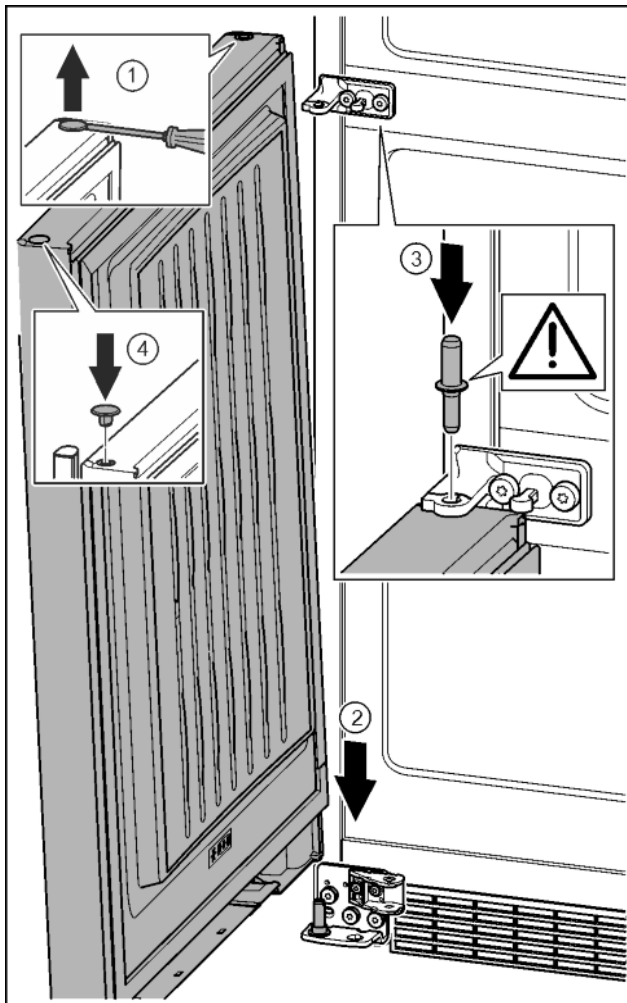

Fig. 38
- ▶ Soulever délicatement le bouchon avec un tournevis plat et le sortir. Fig. 38 (1)
- ▶ Mettre la porte par le haut sur l'axe de palier inférieur. Fig. 38 (2)
- ▶ Mettre en place l'axe de palier du milieu à travers le support de palier du milieu dans la porte inférieure. Veiller à ce que l'ergot d'enclenchement soit orienté en arrière. Fig. 38 (3)
- ▶ Remettre en place le bouchon de l'autre côté de la porte. Fig. 38 (4)